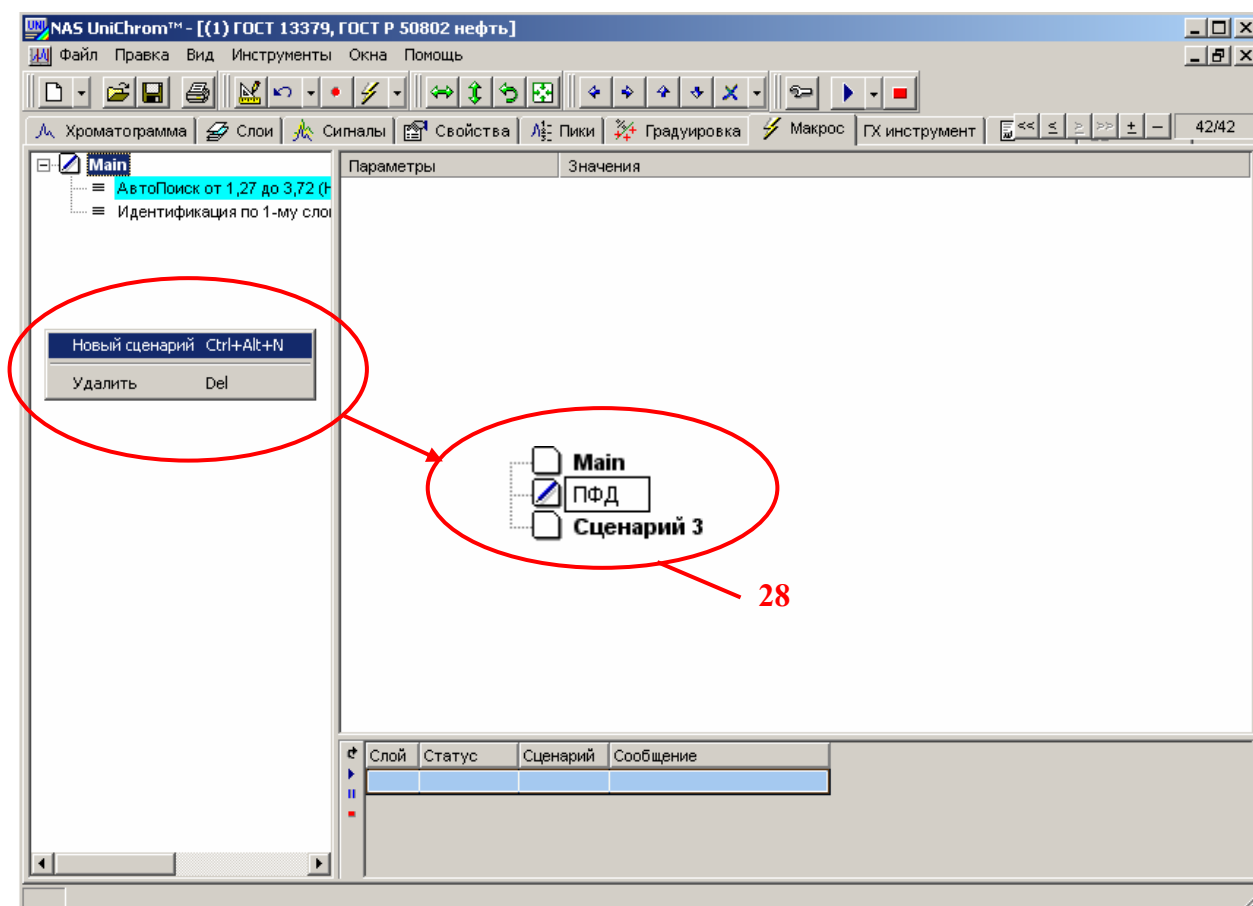

Рис. 50. Добавление новых сценариев.
31. Добавьте новые сценарии (см. Рис. 50)